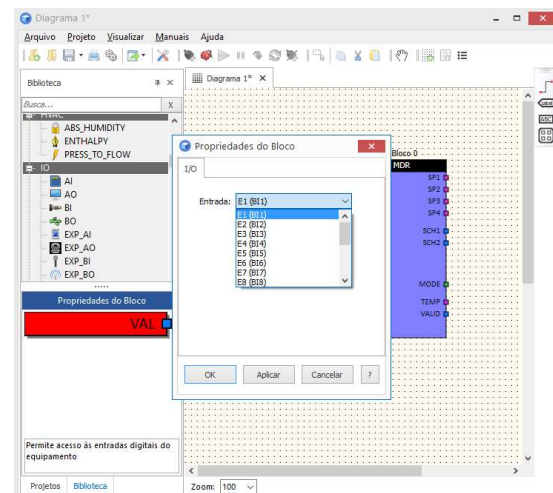

Figura 4
6. Abra as configurações do bloco BI e determine que a entrada será a digital 1 (figura 4);